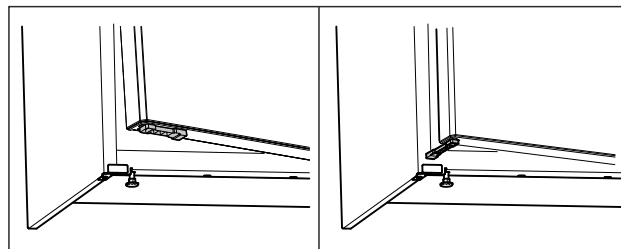

Fig. 62 *
- ▶ Obrócić ogranicznik otwierania drzwi o 90°. (patrz Fig. 62) *